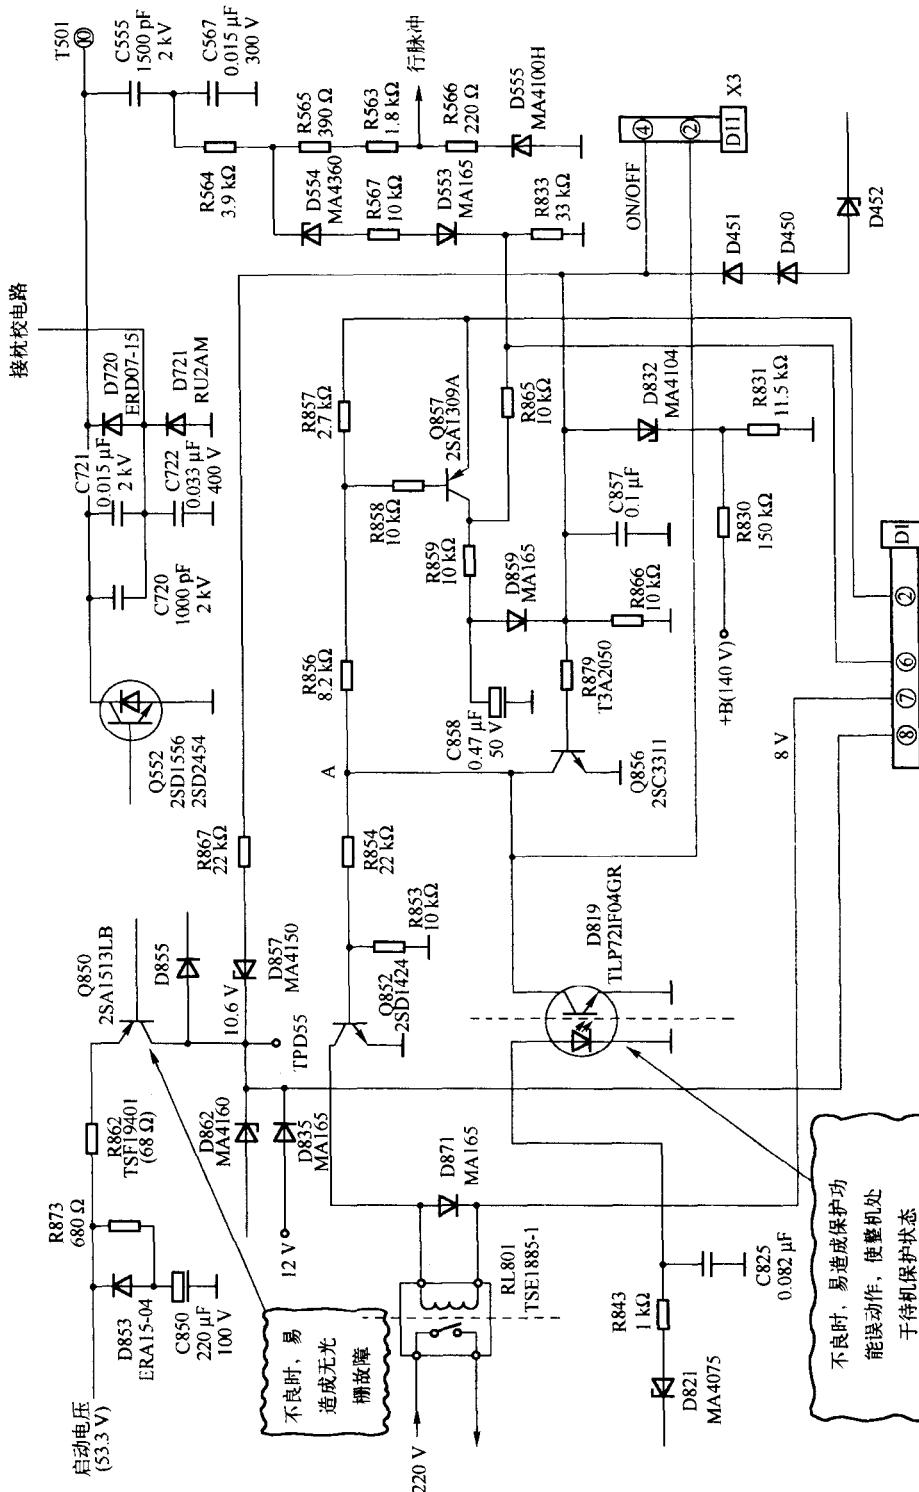
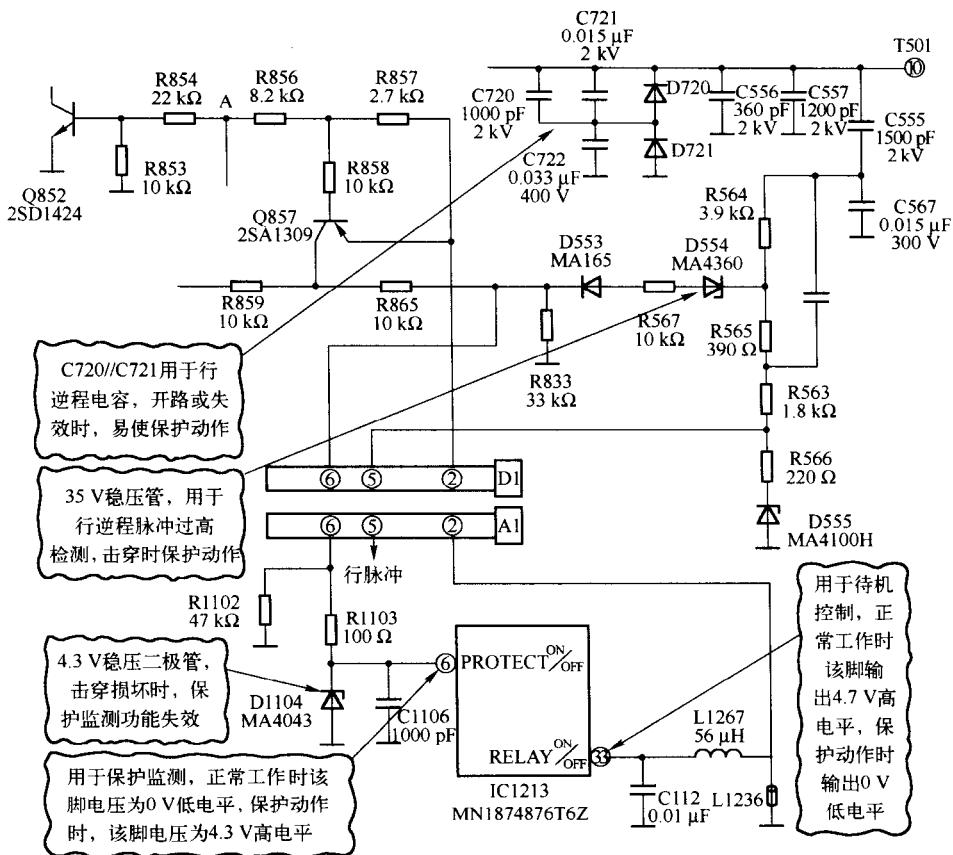

图1-1 松下TC—33GF85R待机保护电路
图 1-2 松下 TC—33GF85R 机型中行逆程脉冲过高保护电路
检查与分析:首先接通电源插头,此时电源指示灯发出橙色光,按下电源开关后,电源指示灯变为红光,再遥控开机电源指示灯有瞬间绿光发出,但随即电源指示灯呈红色闪亮,并伴有继电器的跳动声。从电源指示灯闪亮的变化过程看,能够有绿光发出,就说明有 12 V 电压建立,而 12 V 电压是由开关变压器提供的。因此,可初步判断开关稳压电源正常,这时应注意检查待机保护电路,如图 1-1 所示。
在图 1-1 中,待机控制电路,主要由 Q852、RL801、D1 插排②脚(接至 CPU 的⑬脚,图 1-1 中略去)等组成,而待机保护电路主要由 D819、Q856、Q857、D832、D452、D554 等组成。在正常状态下,CPU⑬脚输出高电平,并通过 D1 插排②脚→R857→R856→R854 加到 Q852 的基极,使 Q852 基极获得 0.7 V 的正向偏置电压,因而 Q852 处于导通状态。Q852 导通可使 RL801 初级绕组有电流通过,吸合内置触点开关,220 V 电压被接入主电源电路,随之使整机
小结:在本例检查中,判断待机保护电路是否动作的关键,是监测 A 点或 Q852 基极电压是否有 0~0.7 V 间的起落波动。在图 1-1 中,A 点电压除受中央微处理器控制外,还主要受 3 条保护支路控制。其中:
检查与分析:根据故障现象和检修经验,可以肯定这是一种待机保护故障,而该种待机保护故障的特点,总有光栅行幅逐渐收缩的现象,因此可初步怀疑行扫描逆程电路有故障。这时应首先注意检查 IC1213(MN1874876T6Z 中央微处理器)⑥脚和③脚的直流电压,如图 1-2 所示。
从图 1-2 中可以看到,IC1213⑥脚主要受控于 D554(MA4360),而 D554 又主要用于行逆程脉冲监测,因此,只有 D554 反向击穿导通时,IC1213⑥脚才会有高电平出现。当 IC1213⑥脚呈现高电平时,CPU 将指令③脚输出低电平,以截止 Q852(Q852 的功能作用参见图 1-1)。因此这时用示波器监测行输出管集电极(或 T501⑩脚),发现行逆程反峰脉冲在刚开机时的 1130 V_{P-P}逐渐上升,大约上升到 1350 V_{P-P}时,发生待机保护。
通过上述综合检查与分析,可判断行逆程电容不良,但在图 1-2 中行逆程电容不只一个,因此检查时可采用逐一替换法。当替换到 C721(0.015 μF/2 kV)时,行逆程反峰脉冲稳定,自动关机保护不再发生,至此故障被排除。
小结:在图 1-2 中,C721 为容量较大的行逆程电容,在其发生变质或失效时(非击穿短路性损坏),用普通万用表是检查不出的。实践中常采用直接代换法。但有一点必须注意:当 C721 呈开路或容量减小时,行逆程反峰脉冲呈上升趋势,若此时断开 D554,将解除行逆程脉冲过高的保护功能,极易使行输出管因行逆程反峰脉冲过高而击穿损坏。
在图 1-2 中,当行逆程反峰脉冲过高保护功能动作时,其主要表现是 D554 反向击穿导通,其导通电流通过 D553 一方面经 R865、R859 去控制 Q856(见图 1-1),使 Q856 动作将 A 点钳位于低电平,以执行待机控制,另一方面经 D1(A1 插排)⑥脚→R1103 送入 IC1213 的⑥脚(保
检查与分析:根据该机供电电源电路的特点和检修经验,可初步判断该种故障的原因是待机保护功能动作,但在图1-1中已经了解到,待机保护动作可有多条支路控制,且又不能轻易断开各支路的监控元件(稳压二极管),因此,检修时可逐一检测每一个监控稳压二极管的两端电压。只要稳压二极管两端电压不大于0.7 V(稳压二极管导通时的结电压),一般就基本可以判断该保护支路动作。当检测D820和D821两极间电压时,发现均为零,改用电阻测量法检测,D820和D821均呈击穿状态,再查D819也呈击穿性损坏,再查其他相关元件未见异常。但在更换损坏元件后,开机试验,整机瞬间又呈待机保护状态,再查又是D820、D821、D819击穿损坏,如图1-3所示。